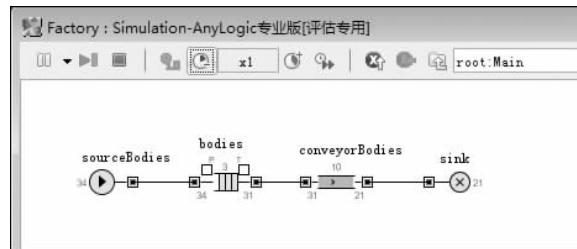

图 3-17 Main 活动对象类的演示窗口
(19) 单击该按钮运行模型,并打开 Main 活动对象类的演示窗口,如图 3-17 所示。